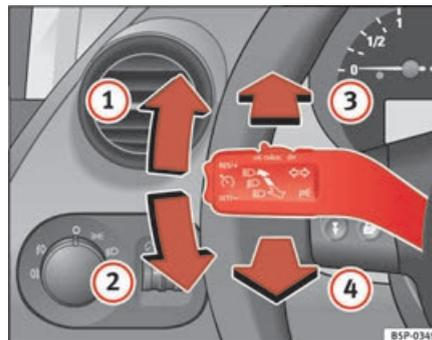

Fig. 78 Levier des clignotants et de l'inverseur-codes
- Soulevez le levier jusqu'en butée ⇒ fig. 78 ① pour actionner les clignotants **droits** ou abaissez-le jusqu'en butée ② pour actionner les clignotants **gauches**. ▶
- Poussez le levier vers l'avant ⇒ page 122, fig. 78 **3** pour allumer les feux de route.